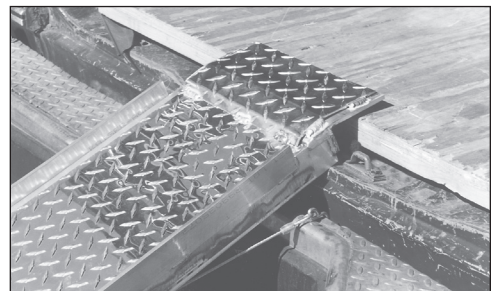

FIG. 3
3. Placer la rampe solidement à l'arrière du véhicule ; veiller à un bon contact (Figure 3).
2. Placer la rampe solidement à l'arrière du véhicule ; veiller à un bon contact (Figure 3).